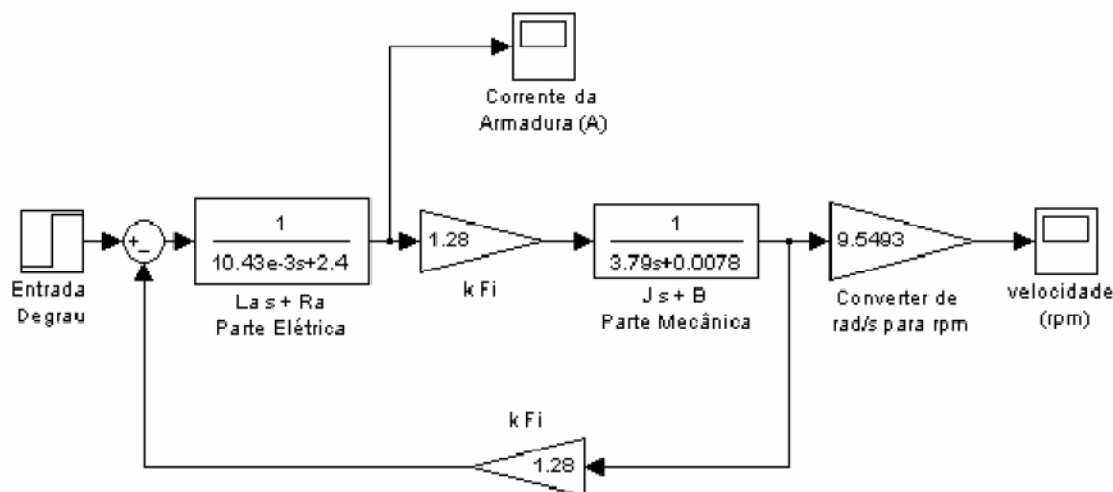

Figura 5 – Diagramas de blocos (SIMULINK) da partida direta de um motor cc.
- m) Com os parâmetros determinados, escreva as equações dinâmicas para o motor de corrente contínua do laboratório e simule, usando o MATLAB, o comportamento dinâmico do motor para um degrau de tensão de 220 V. Isto é, trace $I_a \times t$ e $w \times t$ para uma partida direta do motor cc. Por exemplo, o diagrama de blocos mostrado na figura 5, utilizando o SIMULINK, representa um motor CC com partida direta.
- n) Com os parâmetros determinados, escreva as equações dinâmicas para o motor de corrente contínua do laboratório e simule, usando o MATLAB, o comportamento dinâmico do motor para um degrau de tensão de 220 V. Isto é, trace $I_a \times t$ e $w \times t$ para uma partida direta do motor cc. Por exemplo, o diagrama de blocos mostrado na figura 5, utilizando o SIMULINK, representa um motor CC com partida direta.